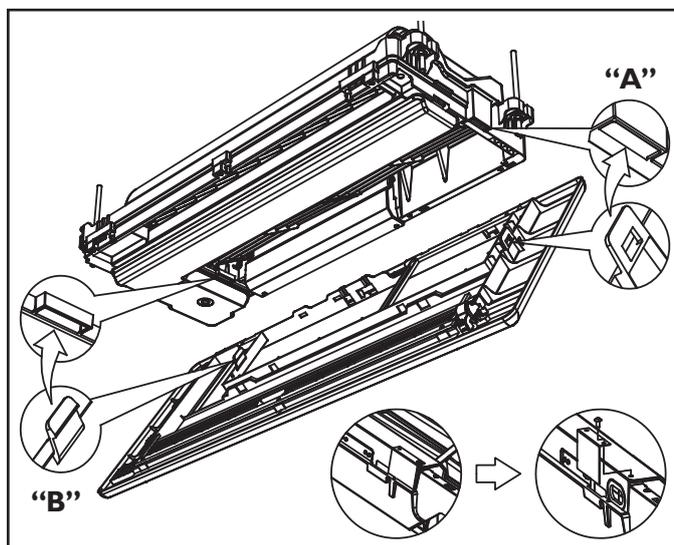

FIG. 19
2. Existem dois pontos de encaixe na estrutura da unidade interna para montagem da grelha; para colocá-la na estrutura faça o encaixe primeiro do lado esquerdo (“A” - Fig. 19) e depois no lado direito (“B” - Fig. 19).